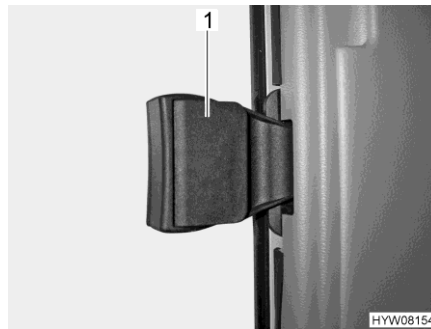

Fig. 62 Ventana del acompañante
- Abatir el tirador (Fig. 62,1) hacia fuera.